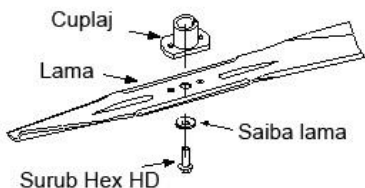

FIG. 11
- .Изваждането на ножът, преместването му, заточването му (виж FIG. 11)**